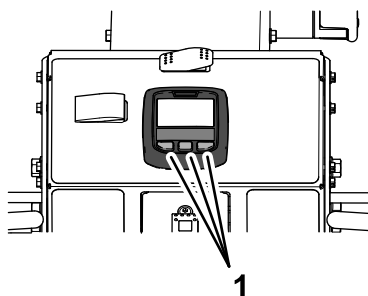

Figure 31
3. Appuyez sur l'un des boutons de l'InfoCenter (Figure 31).